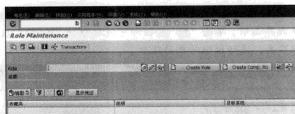

图 4-57 “角色维护”界面
STEP 1 在命令栏输入 PFCG 命令,进入“角色维护”界面,如图 4-57 所示。